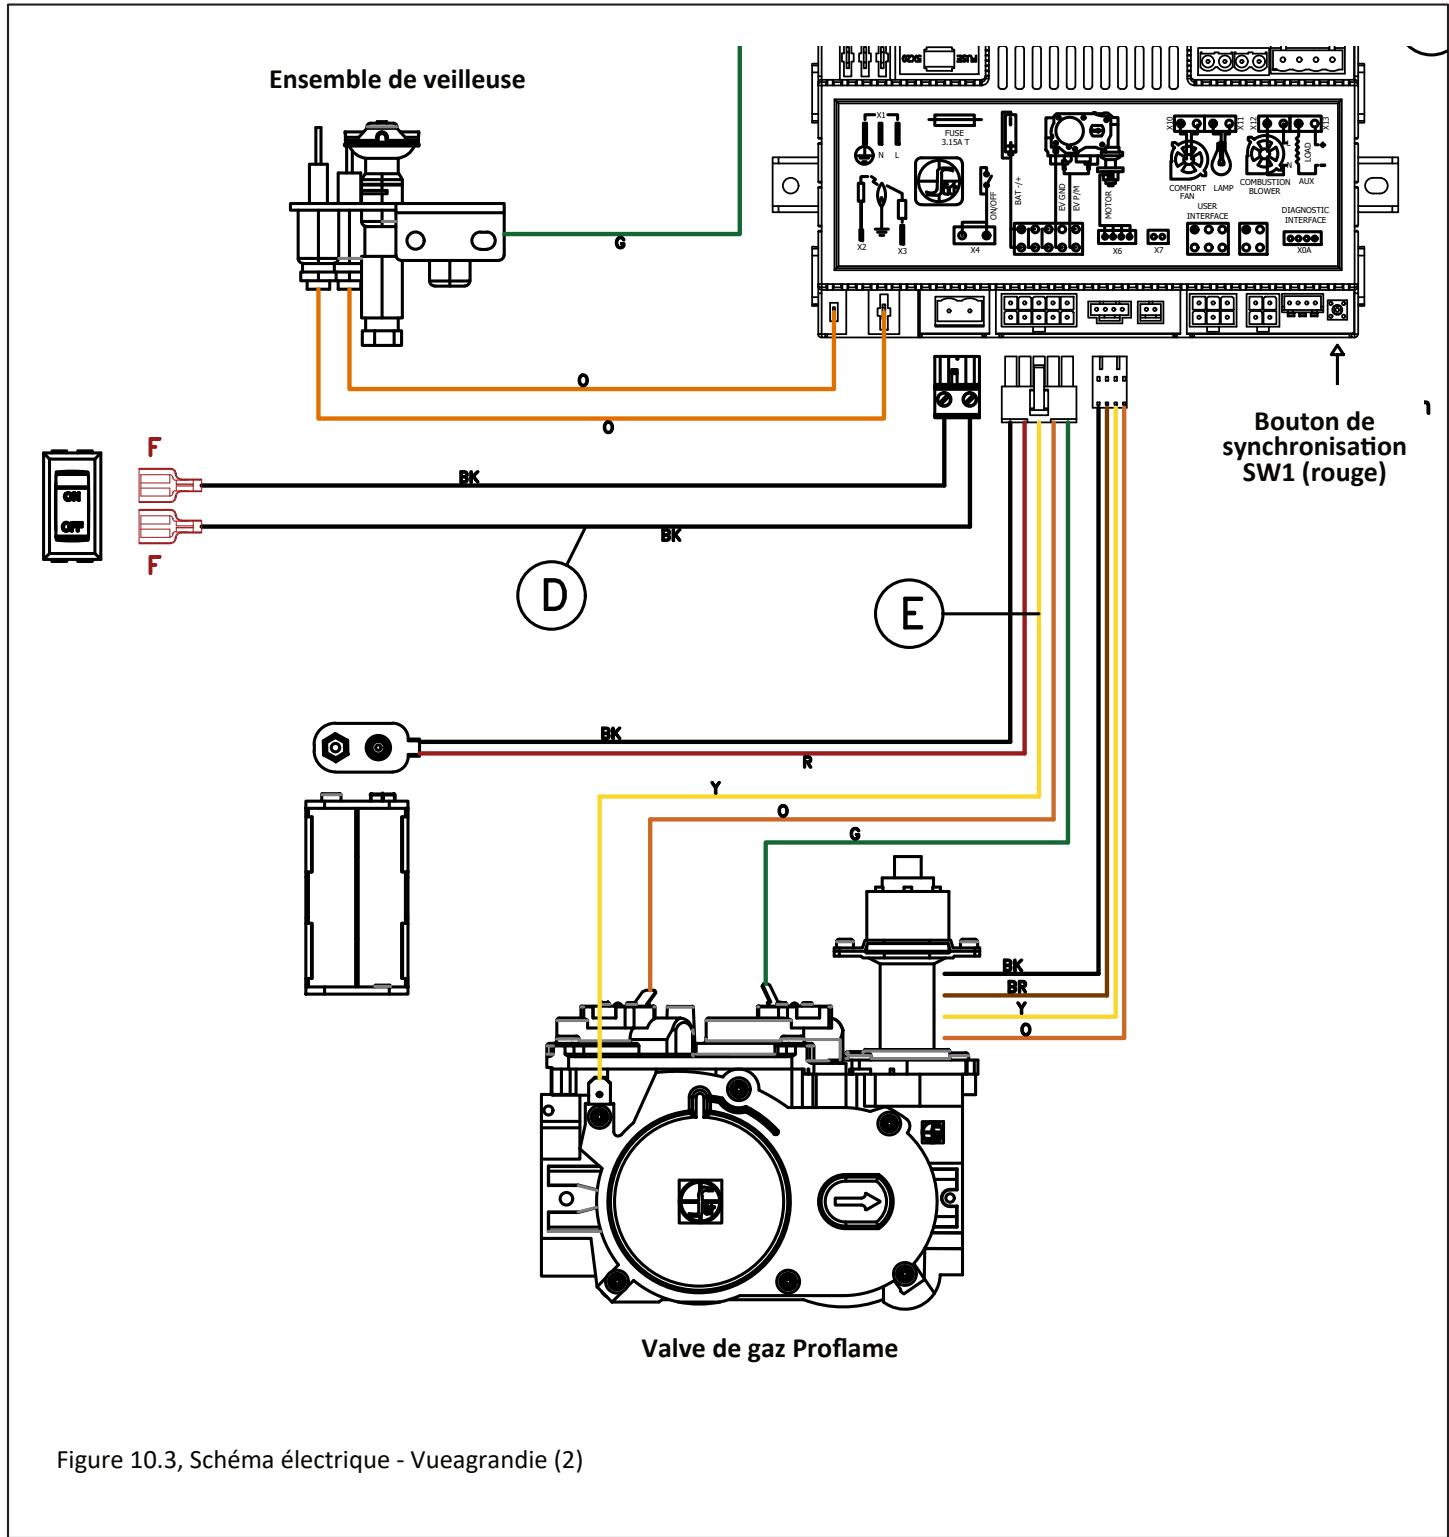

Figure 10.3, Schéma électrique - Vue agrandie (2)
- La Figure 10.3 montre une vue agrandie du schéma de câblage. Cette figure montre l'ensemble de veilleuse, l'interrupteur à bascule On/Off, le bloc-piles de secours, la valve de contrôle de gaz et le bouton de synchronisation de télécommande (SW1).